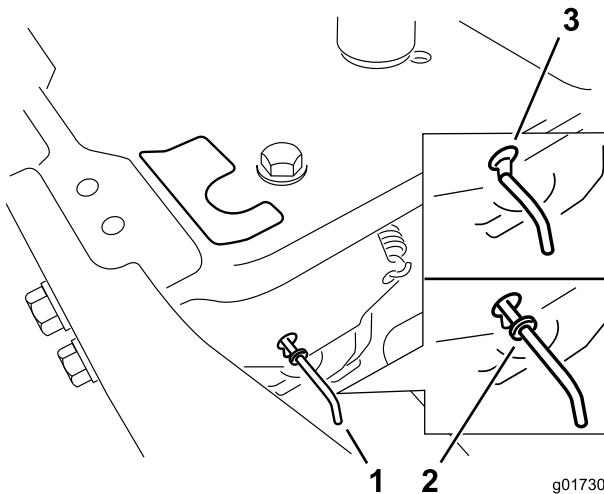

Figura 25
- Mueva las palancas de desvío hacia delante a través del orificio y hacia abajo para bloquearlas en esa posición (Figura 25).
Mueva las palancas de desvío hacia atrás a través del orificio y hacia abajo para bloquearlas en esa posición, según se muestra en Figura 25.